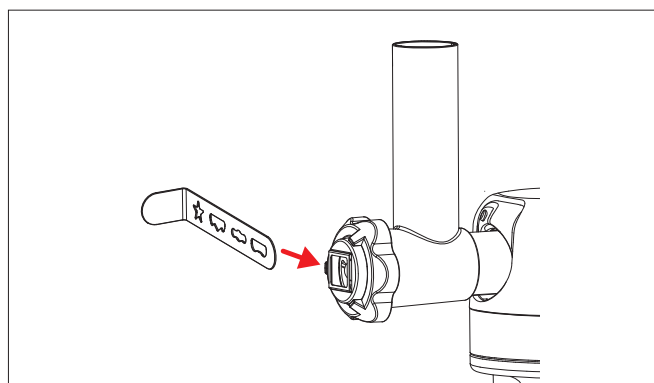

Fig. 22 – Introduire latéralement l'emporte-pièces pour biscuits en pâte sablée
4. Insérez l'emporte-pièce pour biscuits sablés latéralement dans le support. Faites glisser l'emporte-pièce souhaité devant l'ouverture de remplissage (voir Fig. 22).